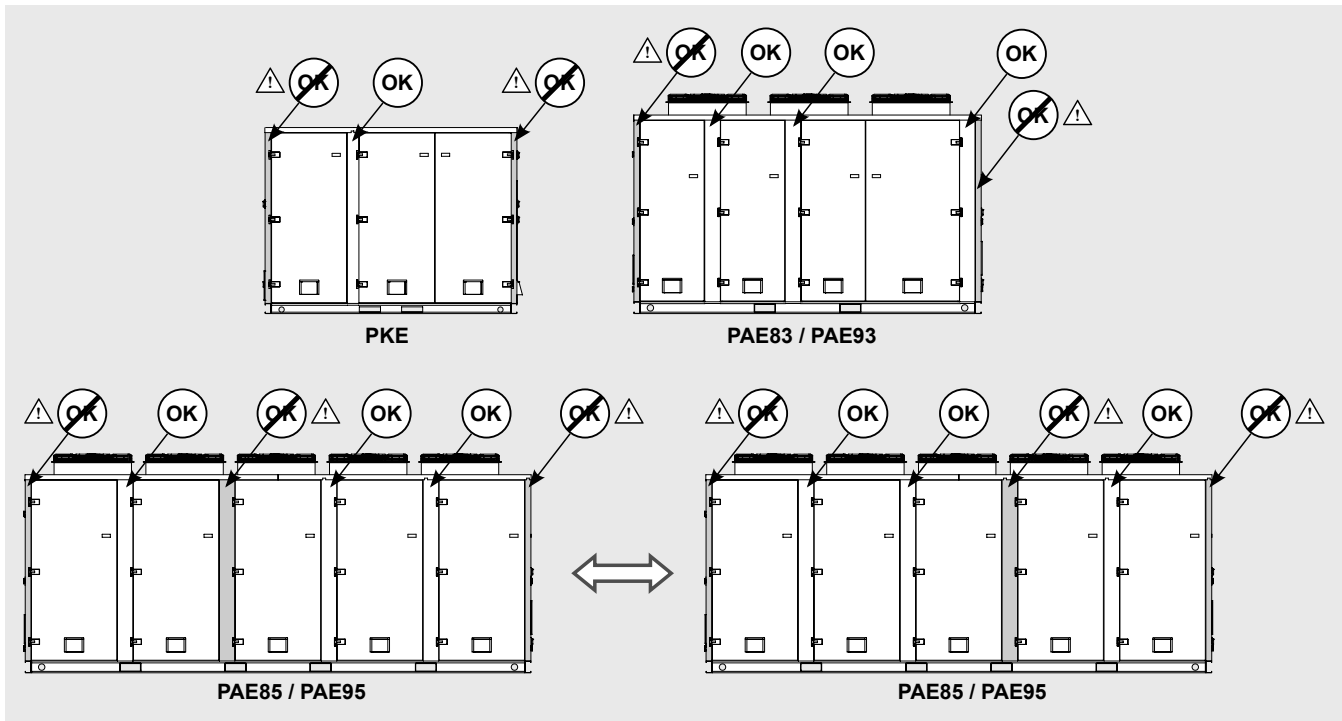
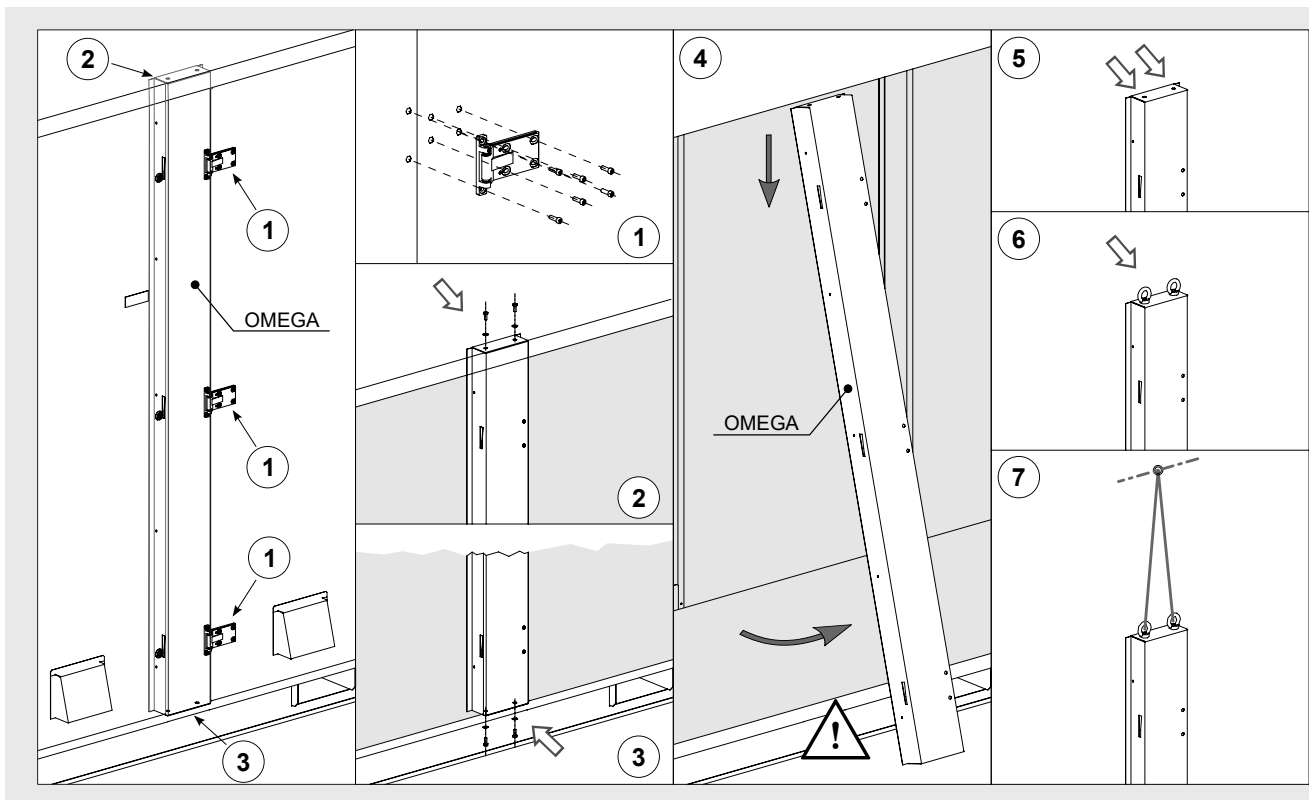

Figure 11
Figure 12
- 6.33 Une fois les portes retirées, l'oméga de support dans la paroi avant du compartiment technique peut être retiré. Ne retirez pas les supports oméga sans avoir préalablement retiré les portes conformément aux sections 6.24 - 6.29. Ces opérations ne doivent être effectuées que par du personnel autorisé et qualifié. Ne retirez que les omégas autorisés - voir "Figure 11" et "Figure 12".
- 6.35 Pour retirer l'oméga sur les modèles PAE et PKE (voir "Figure 11" et "Figure 12"):